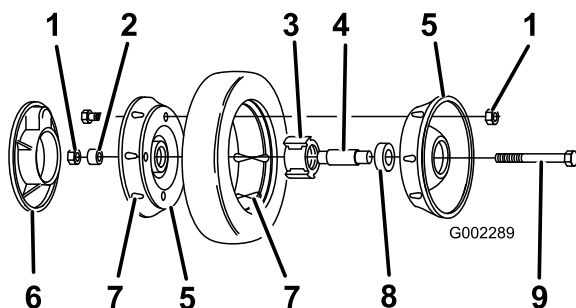

Figure 32
3. Retirez le boulon, la bague d'espacement et le contre-écrou qui fixent la roue au bras de pivot (Figure 32).
4. Séparez du pneu les deux moitiés de la roue en retirant les 4 boulons et 4 contre-écrous (Figure 32).
Remarque: Pour extraire les roulements de l'ensemble moyeu/roulements, appuyez sur la douille d'écartement des roulements (Figure 32).
1. Posez le pneu sur une des demi-roues, en faisant correspondre les reliefs (Figure 32).
2. Placez l'ensemble roulement/moyeu dans le trou central de la moitié de roue. Les ailes du moyeu doivent reposer sur le flasque de l'ouverture (Figure 32).
3. Posez l'autre demi-roue sur l'ensemble moyeu/roulement en faisant correspondre les trous et les reliefs de la roue et du pneu (Figure 32).
4. À l'aide de 2 vis ou boulons entièrement filetés (1/4-20 x 1,50") et d'écrous non-bloquants, réunissez les deux moitiés de roue sans les serrer. Installez les vis ou les boulons dans les trous opposés (Figure 32).
5. Contrôlez l'alignement de toutes les pièces et serrez les boulons alternativement d'un côté et de l'autre pour assurer un serrage uniforme, jusqu'à ce que les demi-roues soient réunies (Figure 32).
6. Montez et serrez les 2 boulons et les 2 contre-écrous retirés auparavant dans les trous libres des demi-roues. Retirez les 2 vis ou boulons longs et remplacez-les par 2 boulons et 2 contre-écrous (Figure 32).
7. Posez la roue sur le bras de pivot à l'aide des boulons, d'une entretoise et d'un contre-écrou. Vérifiez si la bague est bien placée entre le moyeu de la roue et le bras de pivot (Figure 32).